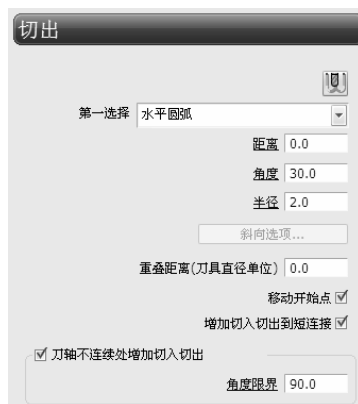

图 3-162 “切出”选项卡
2) 选择“切出”选项, 选择“水平圆弧”切入方式, 设置“距离”为 0.0, “角度”为 30.0, “半径”为 2.0, 如图 3-162 所示。